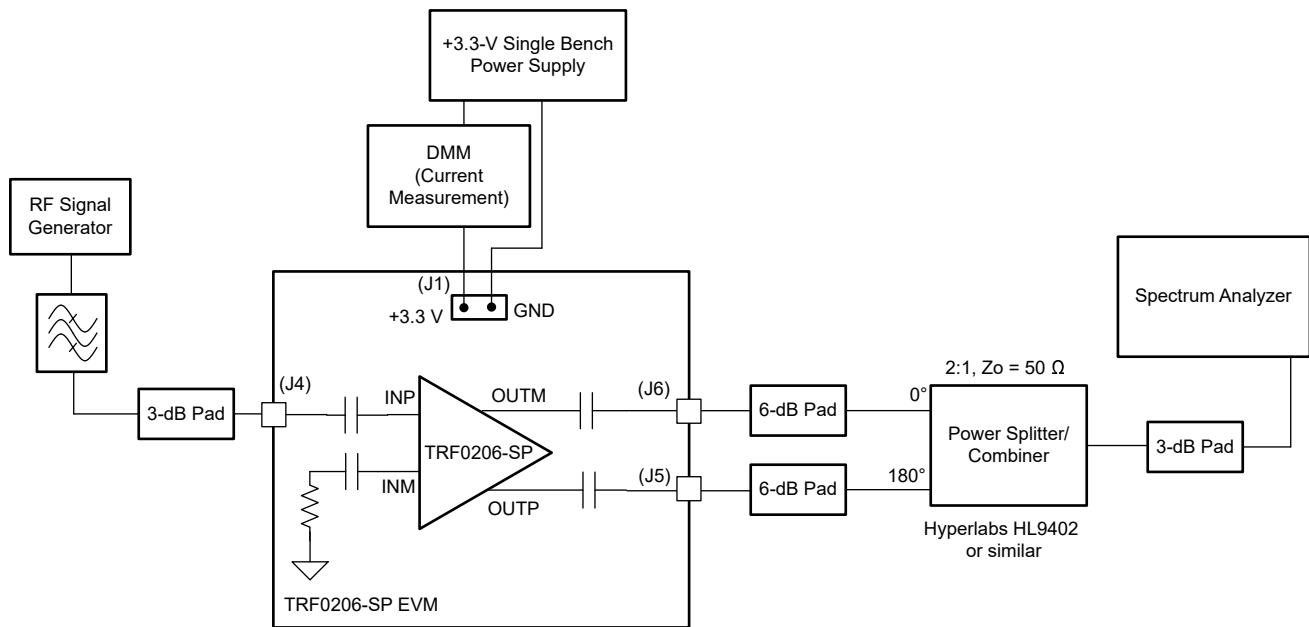

图 1-1. 增益和输出 P1dB 的单音设置
本节提供 TRF0206-SP EVM 的一般使用信息。图 1-1 展示了常规单频设置图，作为以下说明的参考（为清晰起见，省略了某些元件，如电源旁路电容器）：
如图 1-1 所示，测量单频失真时，请使用射频带通滤波器。
- e. 当连接到频谱分析仪时，使用外部无源平衡-非平衡变压器将 EVM 发出的差分信号转换为单端信号，如图 1-1 所示。